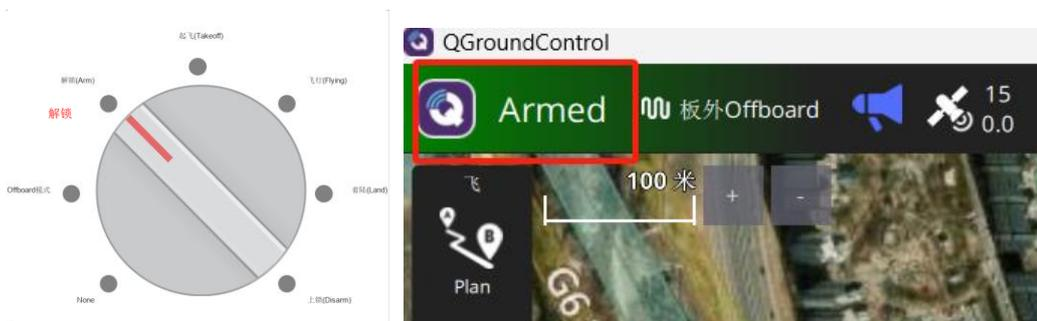

图 22 解锁飞机
(2) 模式切换旋钮切至解锁(Arm)档，飞机进入 Armed 状态（解锁状态），如图 22 所示。